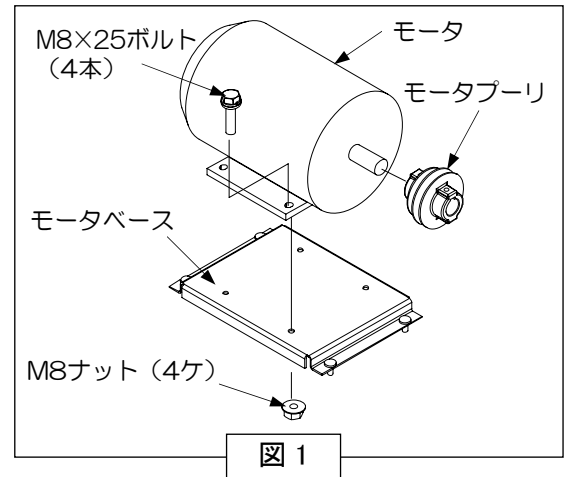

図 1
- (1) モータをモータベースに取付けます。M8×25ボルト(4ケ)、M8ナット(4ケ)で固定します。(図1)